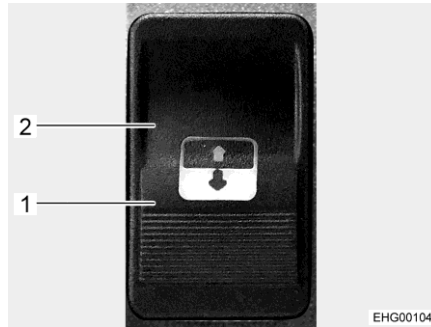

Fig. 119 Botón de control
El botón de control (Fig. 119) está instalado junto al techo corredizo eléctrico, en el techo del vehículo
- Pulsar y mantener pulsado el botón de control en el lado del símbolo de abrir (Fig. 119,1) hasta que el techo corredizo se encuentre en la posición deseada.
- Pulsar el botón de control en el lado del símbolo de cerrar (Fig. 119,2).
- Pulsar y mantener pulsado el botón de control en el lado del símbolo de cerrar (Fig. 119,2) hasta que el techo corredizo se haya cerrado hasta donde sea posible.